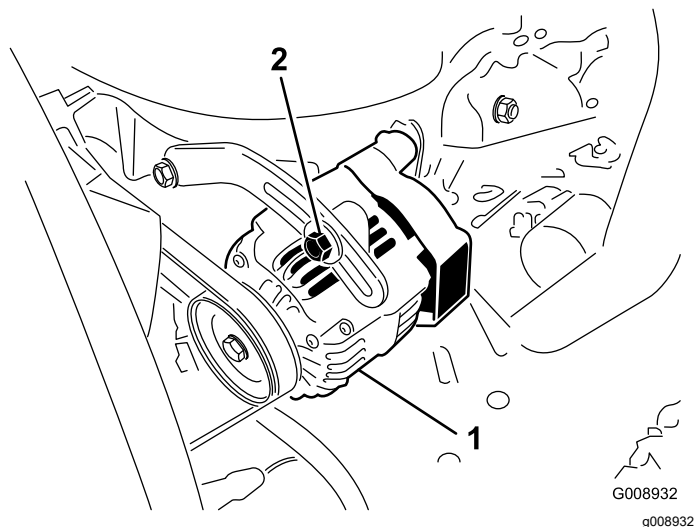

Figura 118
Controllate lo stato e la tensione delle cinghie (Figura 118) ogni 100 ore di servizio.
3. Se l'inflessione non è di 10 mm, allentate i bulloni di fissaggio dell'alternatore (Figura 118).